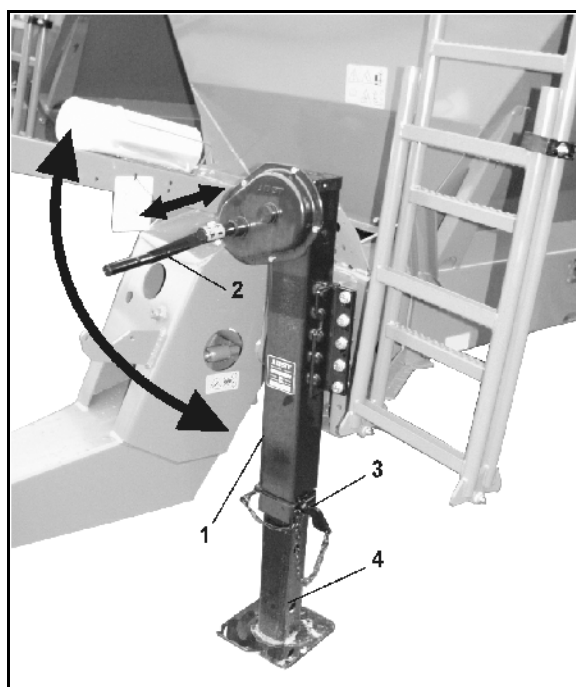

Рис. 40
1. Поднимите опору (Рис. 40/1) с помощью рукоятки (Рис. 40/2) до упора.
2. Вытяните палец (Рис. 40/3) из опоры.
4. Вставьте палец в нижнее отверстие (Рис. 40/4) и застопорите.
1. Зафиксируйте внутреннюю часть опоры и вытяните палец (Рис. 40/3) из неё.
4. Опустите опору (Рис. 40/1) с помощью рукоятки (Рис. 40/2) до упора, пока не будет разгружена тяговая серьга.